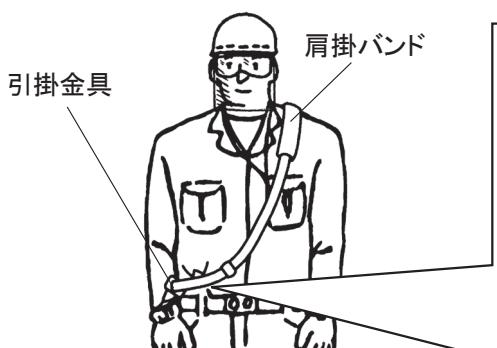

図.1
(2) 肩掛けバンドの使い方
① 肩掛けバンドの装着・使い方
- ① 肩掛けバンドは消耗品です。切れ、ほつれ、損傷等がないことを確認し、図.1のように装着してください。